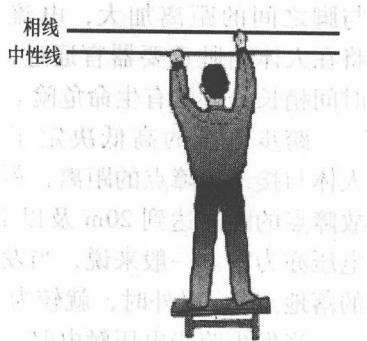

图 1-4 两相触电
(2) 两相触电 人体同时接触带电的任何两相电源，不论中性点是否接地，人体受到的电压是线电压，触电后果往往很严重。但是两相触电一般比单相触电事故的发生概率要小一些。两相触电如图 1-4 所示。